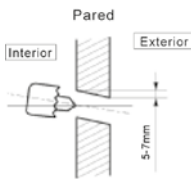

Fig. 6
- Determinar la posición del agujero de acuerdo con el detalle del gráfico Fig.6. Hacer un agujero (65mm) con una leve inclinación al lado exterior: